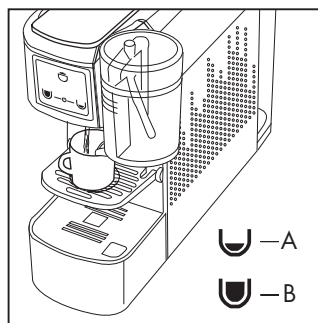

Fig. 11
Premere uno dei tasti erogazione (A) o (B) in base ai propri gusti (Fig. 11)